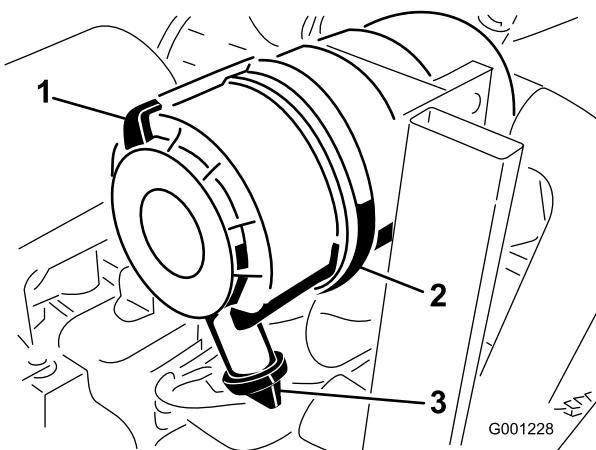

図 46
- ラッチを引いて外し、カバーを左にひねってボディーからはずす(図 46)。
- ボディーからカバーを外す(図 46)。
- C. バルブを元通りに取り付ける。 8. 出口バルブが下向き（後ろから見たとき、時計の5:00と7:00の間になるように）カバーを取り付ける（図 46）。